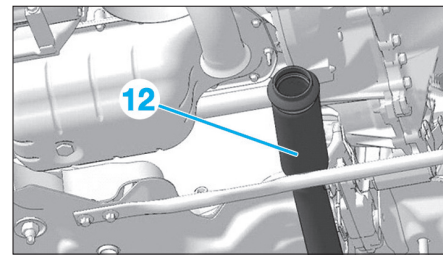

Fig. 9
- les vis de fixation des suspentes d'échappement (11).
- Écarter avec précaution le tube d'échappement (12) vers la boîte de vitesses (Fig.9).